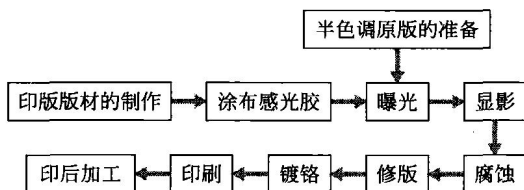

图 1-4 化学腐蚀凹版印刷工艺流程
(2) 化学腐蚀凹版印刷工艺流程 这种工艺流程利用了化学试剂对金属（主要是铜板和钢板）的腐蚀性，在金属板平面上或圆弧上腐蚀出凹下的图文制成凹版，进行印刷。其工艺流程如图 1-4 所示。